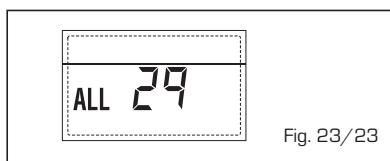

Fig. 23/23
- ANOMALÍA Sonda RETORNO CALEFACCIÓN "ALL 30" (fig. 23/24)